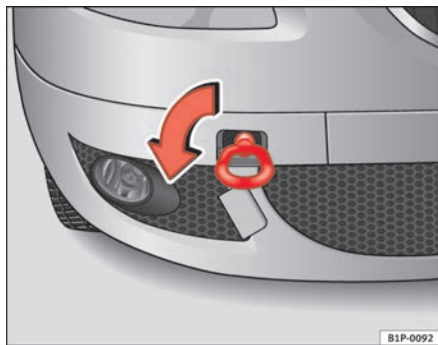
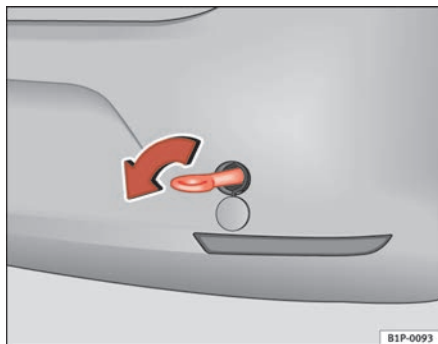

Fig. 177 Atornillado de la argolla de remolque en la parte delantera derecha del vehículo
Fig. 178 Atornillado de la argolla de remolque en la parte trasera del vehículo
- Atornille la argolla hasta el tope hacia la *izquierda*, en el sentido que indica la flecha, tanto en la parte delantera ⇒ fig. 177, como en la trasera ⇒ fig. 178. ■